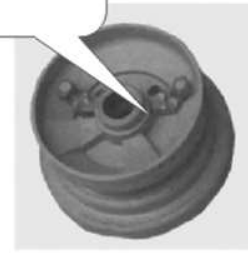

figura 7
- B. Fijar los imanes en el interior del volante, según el color del led que se ilumina en el posicionador. La marca roja corresponde a la posición más alta de la aguja. (ver figura 7).